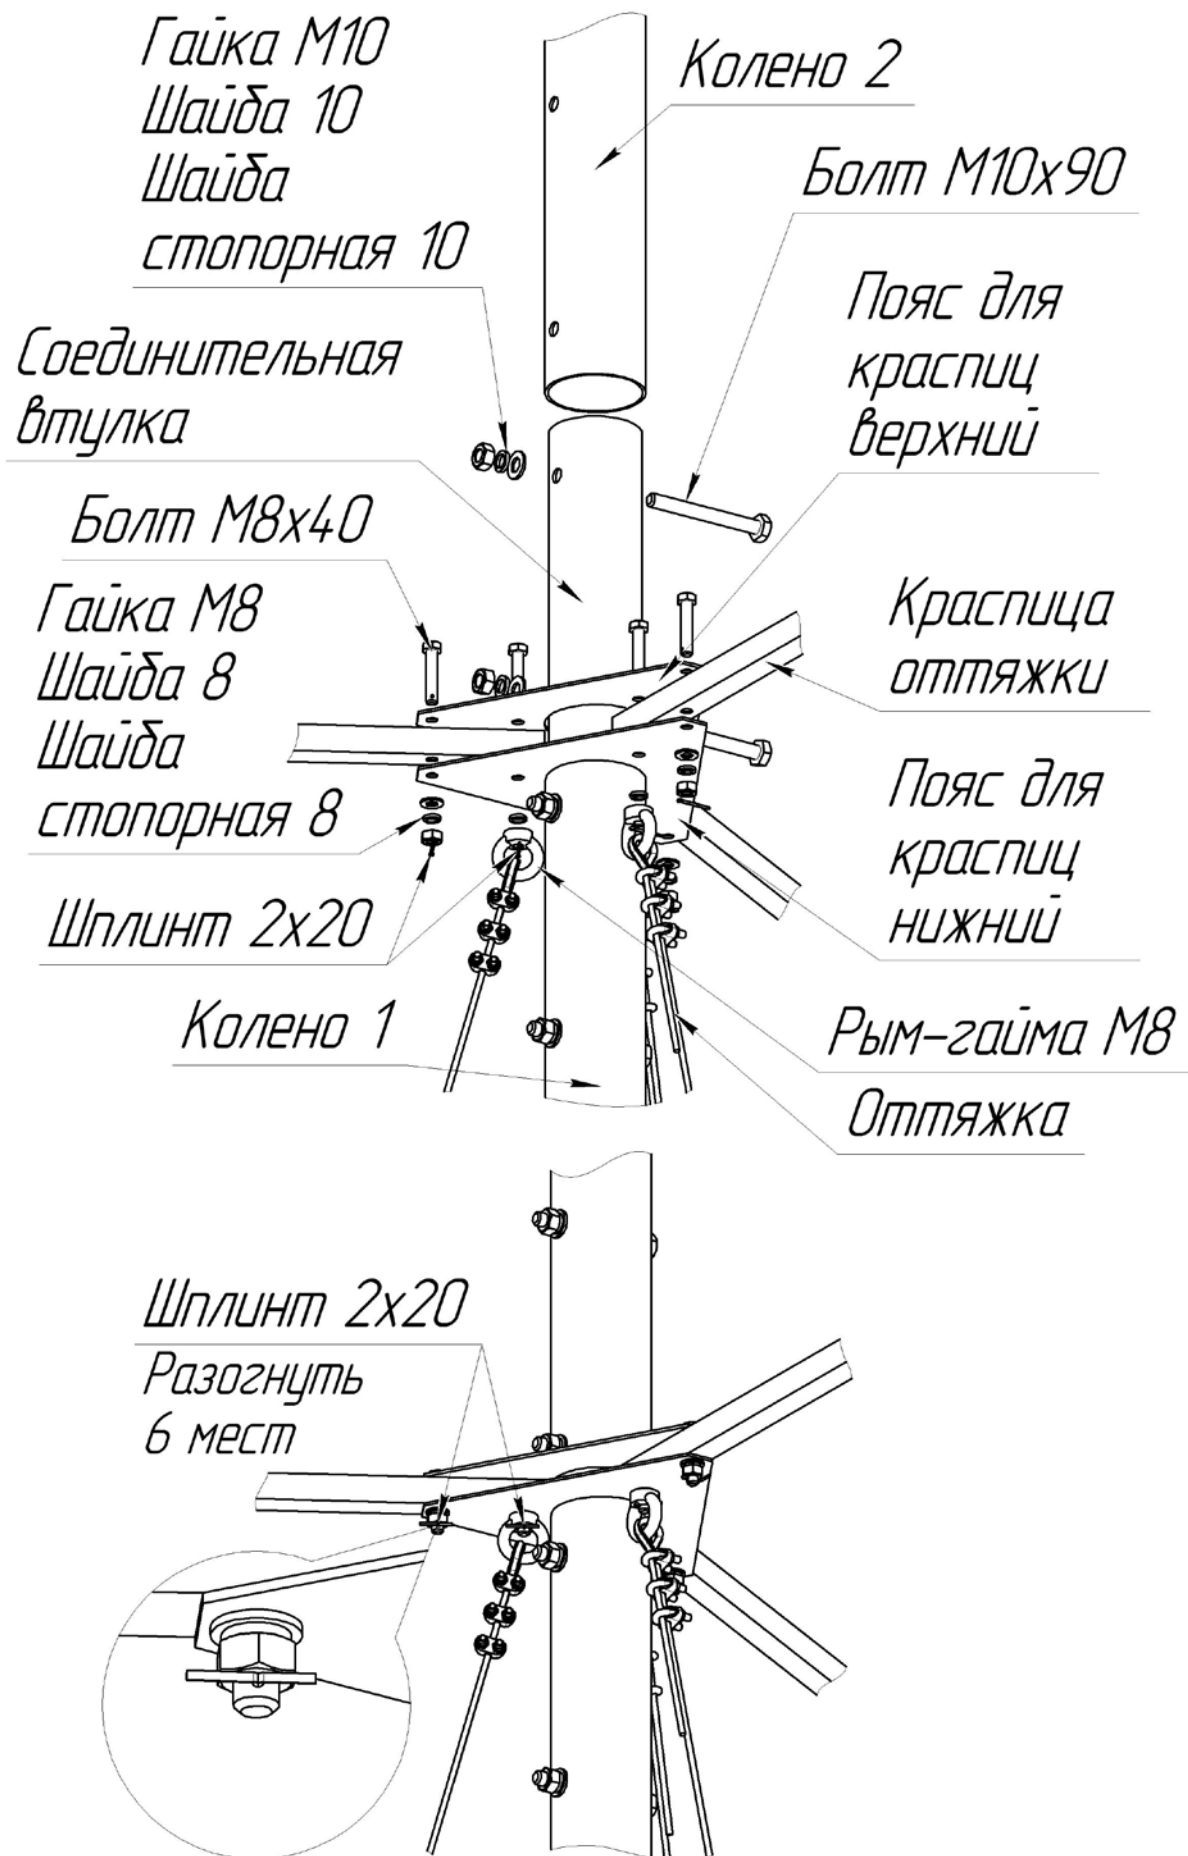

Рисунок 9 – Сборка колена 2 и колена 1
6.1.10 Надеть пояс для краспиц нижний (отличается от верхнего меньшим диаметром центрального отверстия) на соединительную втулку колена 1 (рисунок 9). Надеть пояс для краспиц верхний на колено 2. Установить колено 2 на соединительную втулку колена 1, колено 2 закрепить болтами М10х90, шайбами и гайками М10.
6.1.14 Закрепить краспицы пояса, между верхним и нижним поясом для краспиц (рисунок 9). Закрепление производить с помощью болтов М8х40, шайб 8 и гаек М8.
6.1.15 Притянуть (закрепить) рым-гайки М8 оттяжек с помощью болтов М8х40, шайб 8, шайб стопорных 8 и гаек М8 к поясу для краспиц нижнему (рисунок 9). **(При закреплении вращать болт М8х40).**
6.1.16 Проверить качество затяжки резьбовых соединений. В отверстия болтов М8х40 установить шплинты. Шплинты разогнуть (рисунок 9).